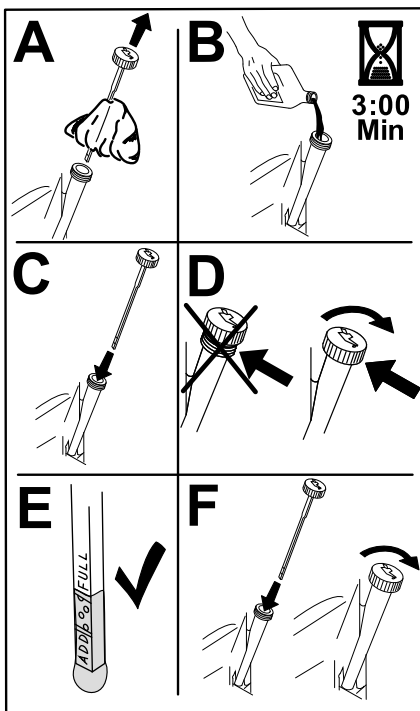

Figura 49
6. Deite cerca de 80% do óleo especificado no tubo de enchimento e adicione lentamente o óleo adicional até chegar à marca **Cheio** (Figura 49).